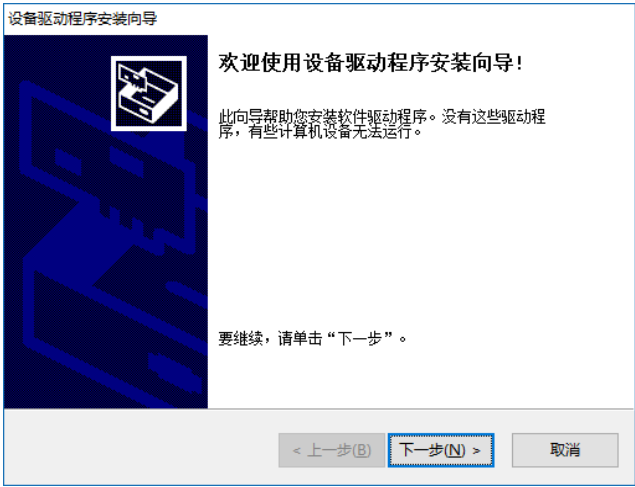
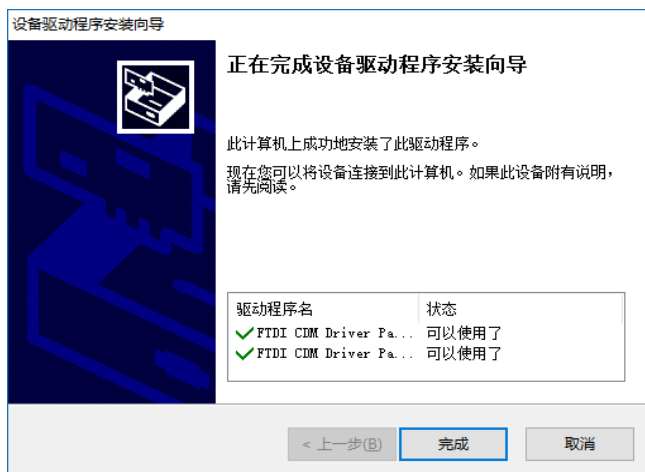

图 8 设备驱动安装向导-欢迎使用
图 10 设备驱动安装向导——安装完成
- 4) 接下来，按照驱动安装向导的提示完成驱动的安装，如图 8~图 10 所示。